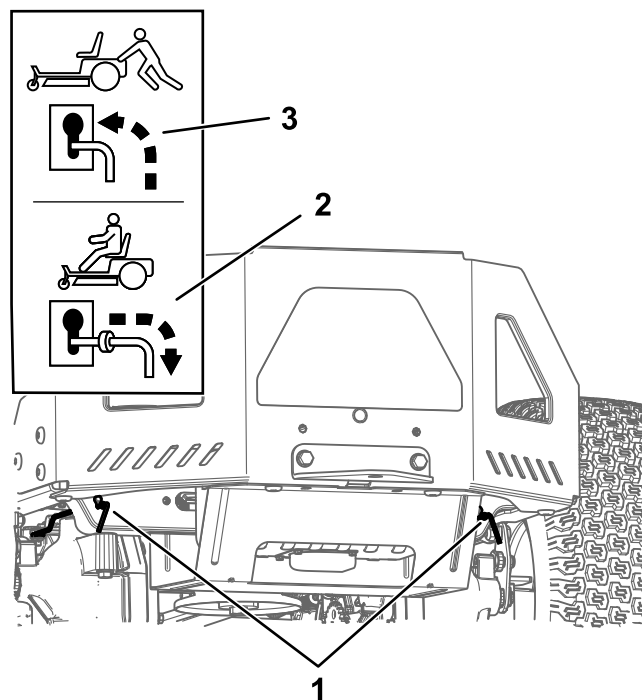

Figure 26
4. Déplacez les deux leviers de dérivation en avant dans la fente, puis vers le bas pour les verrouiller en position (Figure 26).